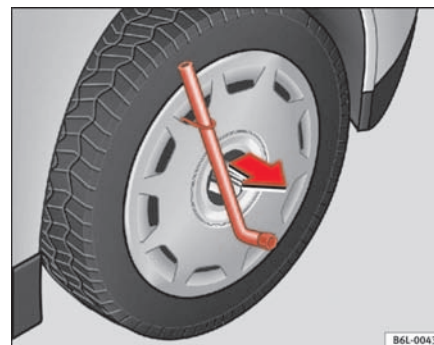

Abb. 132 Die Radvollblende vom Rad abnehmen.
- Die Radvollblende mit dem Schlüssel und dem Drahhaken* abnehmen ⇒ Abb. 132.